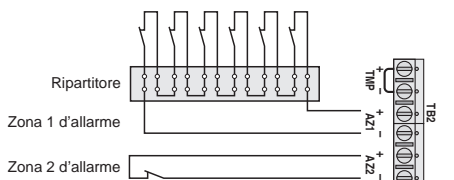

Fig. 6 Segnalatori d'apertura (contatti reed) per finestre e porte
Il collegamento dei sensori d'apertura è rappresentato alla pagine successive in fig. 6.
1. Per collegare più segnalatori in una zona d'allarme, impiegare un ripartitore (vedi fig. 6, zona 1 d'allarme).